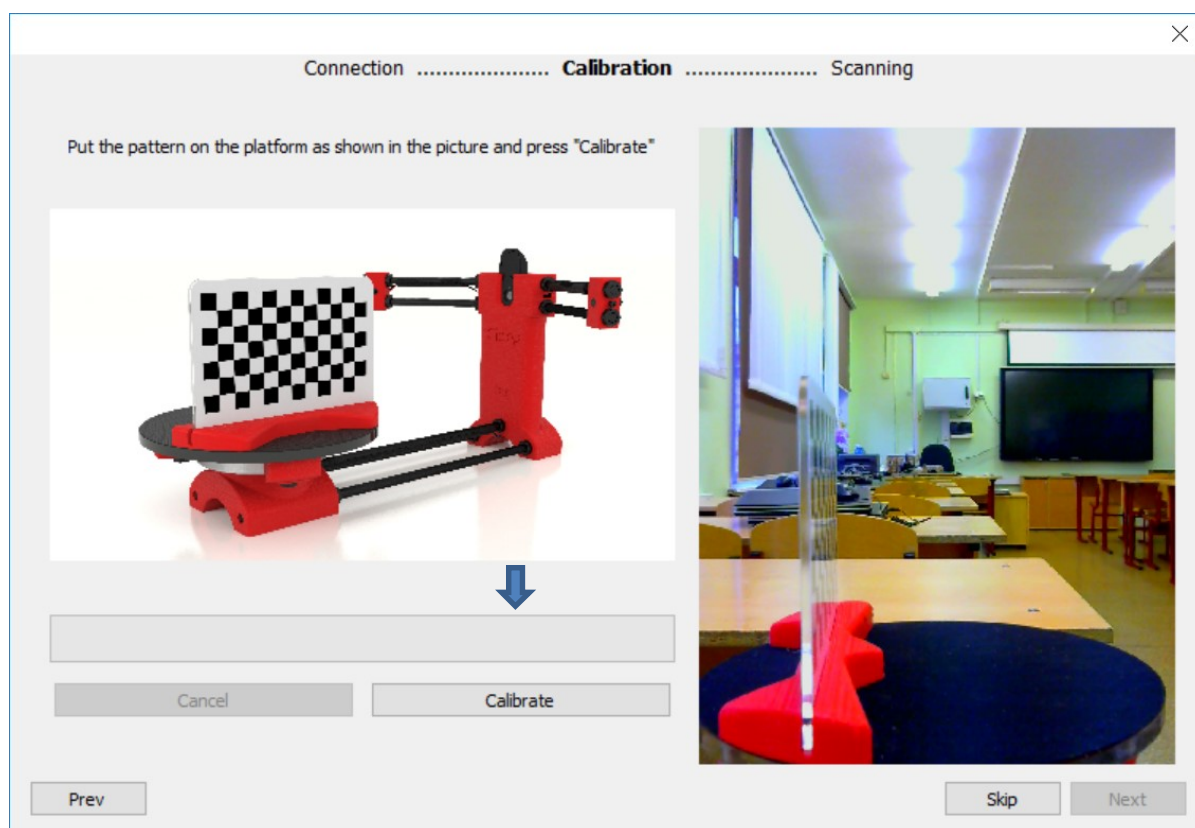

Рис. 33
6. Второй шаг – калибровка лазеров. Нужно поставить «настроечную таблицу» так же, как и в первом шаге («боком»), а затем нажать кнопку **Calibrate** (рис. 33). Этот шаг более длителен – столик постепенно проворачивается по шагам и время от времени включаются лазеры, затем столик проворачивается в обратном направлении. Если калибровка выполнена успешно, то появляется та же надпись «All OK...» и предлагается нажать кнопку **Next**.